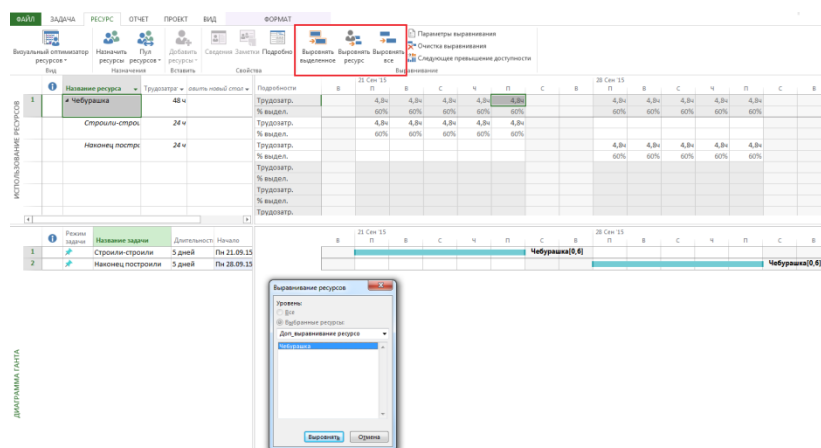

Рисунок 9.7 – Пример расчета проекта с выравниванием ресурсов
Если же мы проведем выравнивание по нашему ресурсу, то работы, на которых занят ресурс Чебурашка, сдвинутся во времени, и теперь будут выполняться последовательно. Загрузка ресурса в любой момент времени не превышает 60%, Рисунок 9.7.
2. Если необходимо выровнять конкретные ресурсы в проекте, то нужно нажать на пиктограмму «Выровнять ресурс», Рисунок 9.7, выбрать ресурс и нажать «ОК». В данном случае, произойдет выравнивание по конкретным выделенным перегруженным ресурсам.